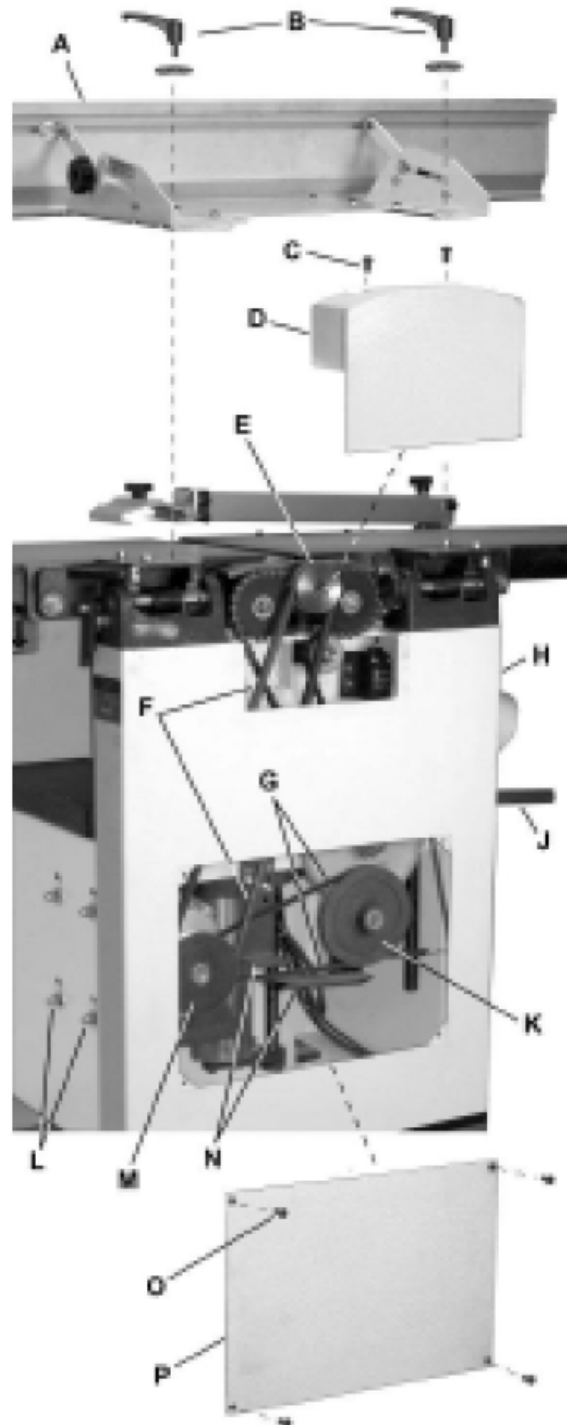

Abb. 16: Riemenwechsel
Schritt 2: Entfernen Sie die Abrichthobelmaschine (A, Abb. 16), indem Sie zuerst zwei Verriegelungshebel (B, Abb. 16) lösen und entfernen. Ein 4mm Sechskantschlüssel ist hilfreich, aber nicht notwendig.
Schritt 3: Entfernen Sie die zwei Knopfschrauben (C, Abb.16) und die obere Rückwand (D, Abb.16).
Schritt 4: Entfernen Sie die vier Knopfschrauben (O) und die untere Rückwand (P).
Schritt 4: Lösen Sie die vier Motorbefestigungsschrauben (L, Abb.16). Heben Sie den Motor an und legen Sie ihn in die horizontale Schlitzseite der Öffnung der Motorhalterung. Dies wird einen Durchhang im Antriebsriemen (F) des Messerkopfes erzeugen.
Schritt 5: Entfernen Sie den Schneidkopfantriebsriemen (F) von der Messertrommel (E) und der Motorriemenscheibe (M).
Schritt 6: Wenn der Einzugsrollenriemen (K) ausgetauscht werden soll, fahren Sie mit der weiteren Beschreibung fort. Andernfalls fahren Sie mit Schritt 10 fort.
Schritt 7: Legen Sie den Stromzuführgriff (J, Abb.16) nach unten (aus / aus) Position, die für den nächsten Schritt einen Gurtdurchhang erzeugt.
Schritt 8: Entfernen Sie den Transportwalzenriemen (G) von der Umlenkrollenrolle (K) und der Motorriemenscheibe (M).
Schritt 9: Legen Sie den neuen Riemen um die kleinere (innere) Motorriemenscheibe (M) und die Transportrollenscheibe (K) auf.
Schritt 10: Ersetzen Sie den Antriebsriemen des Schneidkopfes (F), indem Sie den neuen Riemen um die Riemenscheibe des Schneidkopfes (E) legen und dann um die größere (äußere) Motorriemenscheibe (M).
Schritt 11: Schieben Sie den Motor so, dass die Befestigungsschrauben (L, Abb.16) in den vertikalen Schlitzöffnungen aufliegen, und ziehen Sie die Befestigungsschrauben fest.
Schritt 12: Bringen Sie die untere Rückwand (P, Abb.16) wieder an und befestigen Sie sie mit vier Sechskantkopfschrauben (O).
Schritt 13: Die obere Rückplatte (D) wieder anbringen und mit zwei Linsenkopfschrauben (C) befestigen.
Schritt 14: Ersetzen Sie die Abrichtobelmaschine (A) und sichern Sie sie mit zwei Verriegelungshebeln (B).